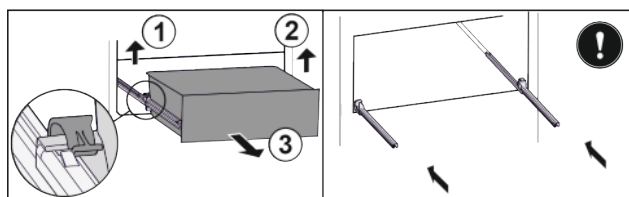

Fig. 33*
- Отсоедините выдвижной ящик слева Fig. 33 (1).*
- Отсоедините справа Fig. 33 (2).*
- Извлеките движением вперед Fig. 33 (3).*